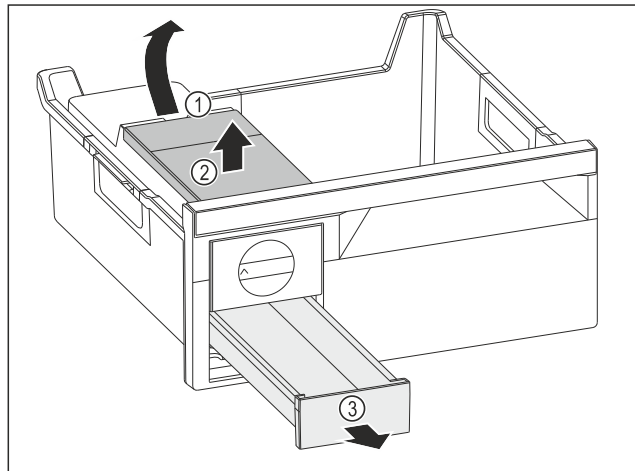

Fig. 129
- ▶ Sacar el depósito de agua: Subir el depósito de agua por la entalladura Fig. 129 (1).
- ▶ Extraer el depósito de agua Fig. 129 (2) por arriba.
- ▶ Extraer el cajón para cubitos de hielo Fig. 129 (3) por delante.